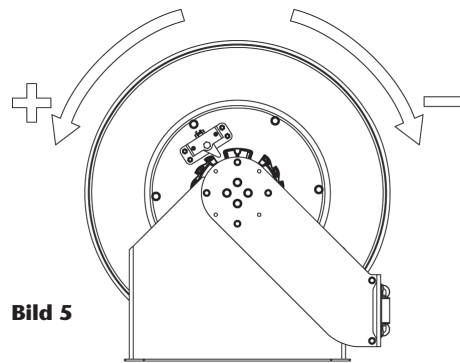

Bild 5
- Spannen Sie die Schlauchfeder vor, indem Sie abhängig vom Trommelfedertyp und der Schlauchlänge die angegebene Anzahl von Drehungen an der Schlauchtrommel ausführen (Abb. 5):
- Drehen Sie die Schlauchtrommel, um die Federspannung zu erhöhen oder zu reduzieren (Abb. 5).